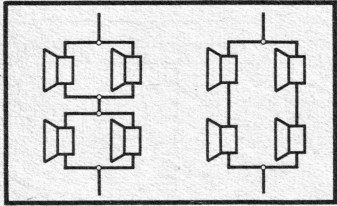

Abb. 2. Zwei der drei möglichen Schaltungen, wenn vier Lautsprecher an einen Verstärker Ausgang angepaßt werden sollen.
2. Gruppenschaltung (Abb. 2); Gesamtwiderstand = Einzelwiderstand;